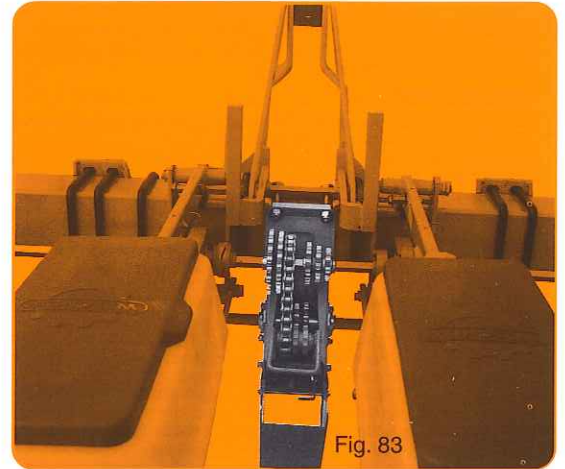

Fig. 83
- Montage pour semoir de 35-40 cm d'inter-rangs (fig. 83) en supprimant les 2 paliers (4).
- Montaje para sembradora de 35-40 cm de distancia entre hileras (fig. 83) quitando los 2 cojinetes (4).
- Assembly for planters with 35-40 cm (14-15") inter-row spacing (fig. 83) : remove the 2 bearings (4).